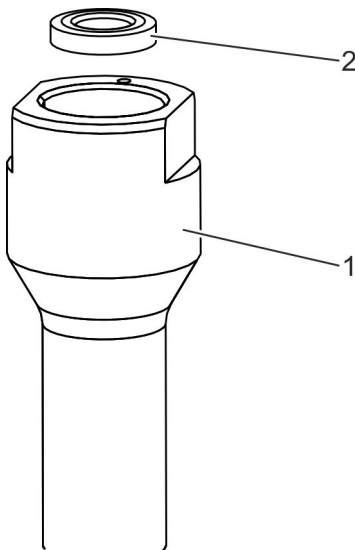

Fig. 16 : Retrait de la bague de serrage
9. ➤ Retirer la bague de serrage (Fig. 16 /2) de la tubulure (Fig. 16 /1).
11. ➤ Insérer une nouvelle bague de serrage (Fig. 16 /2) dans la tubulure (Fig. 16 /1).